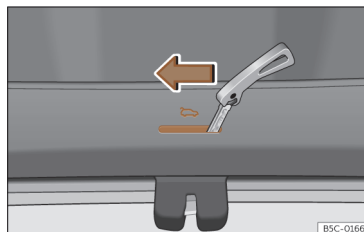
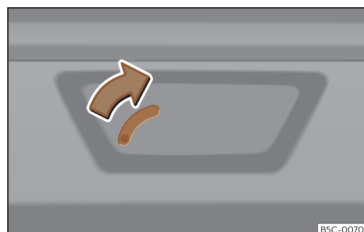

Fig. 79 Detalle del maletero: desbloqueo de emergencia (Leon).
Fig. 80 Detalle del maletero: desbloqueo de emergencia (Leon Sportstourer).
- Introduzca el espadín de la llave en la ranura y desplace la llave en el sentido de la flecha hasta que la cerradura se desbloquee >>> **fig. 79**, >>> **fig. 80**.